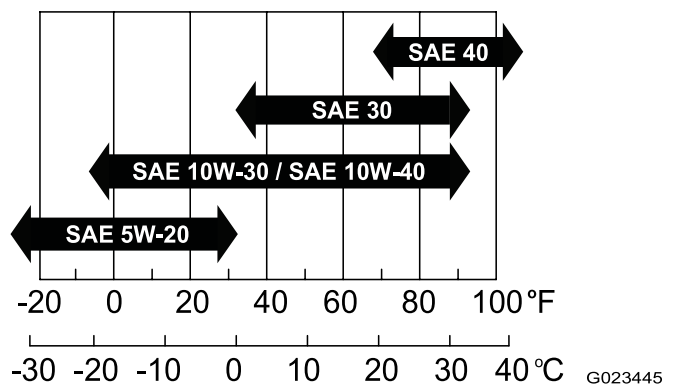

Figura 37
- **Viscosidade:** SAE 30; consulte a tabela seguinte para outras viscosidades (Figura 37):